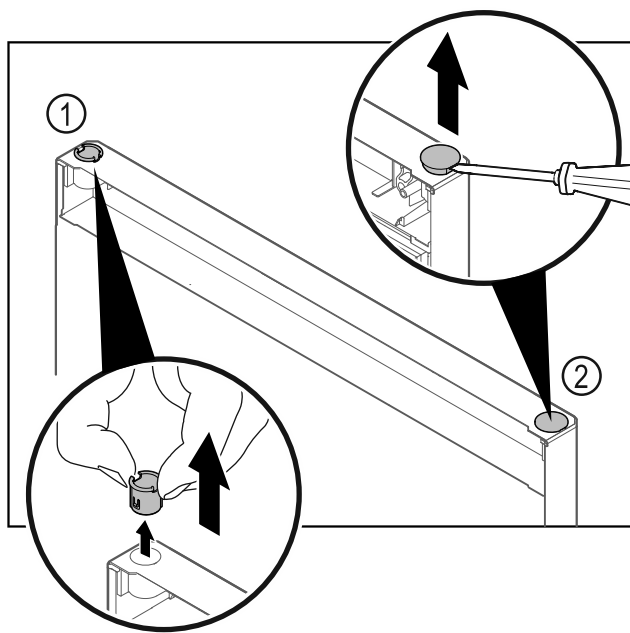

Fig. 42 Puerta del compartimiento congelador
- Extraer el casquillo de bisagra Fig. 42 (1) con los dedos.
- Levantar cuidadosamente el tapón Fig. 42 (2) con un destornillador para tornillos de cabeza ranurada y extraerlo.